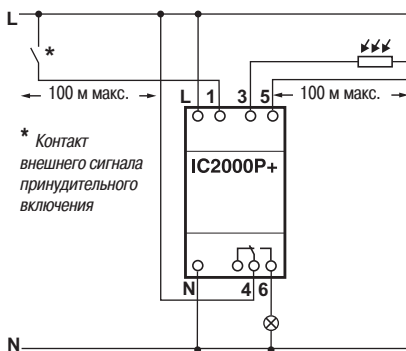

Рис. 2.
■ Выходной контакт IC2000P+ может быть принудительно переведен в состояние ВКЛ. подачей сигнала на вход 1. Внешнее принудительное включение/отключение является приоритетным по отношению к ручному принудительному включению/отключению нагрузки (см. рис. 2 и 3).